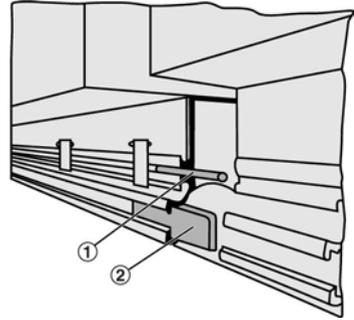

Fig. 3: Unión de los difusores lineales
3. ▶ Los pasadores de unión (Fig. 3/1) o pletinas (Fig. 3/2) (sólo pasadores para VSD15) ayudan a alinear los difusores cuando su instalación se realiza en disposición lineal continua.